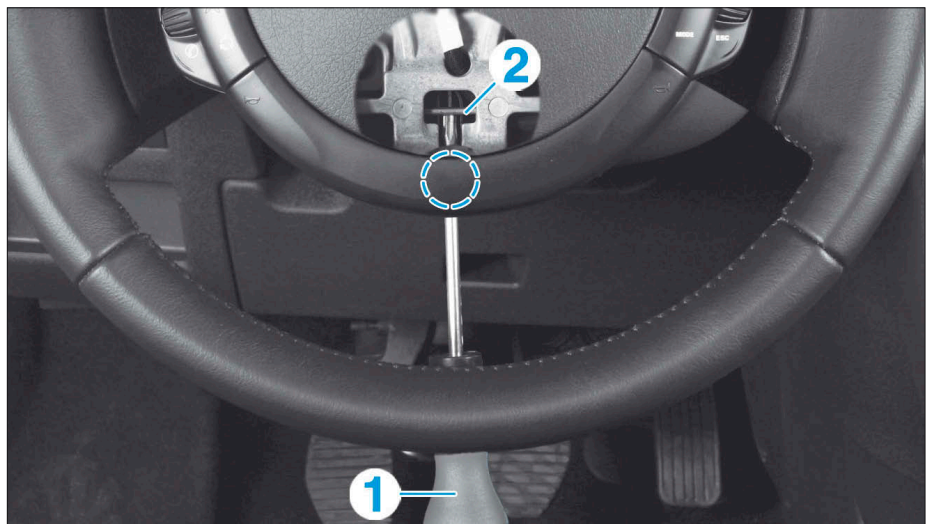

FIG. 1
- Insérer le tournevis (1) un dans l'ouverture situé sous le volant (Fig.1).
- Déverrouiller l'airbag frontal conducteur en pressant le ressort de maintien (2) à l'aide du tournevis.